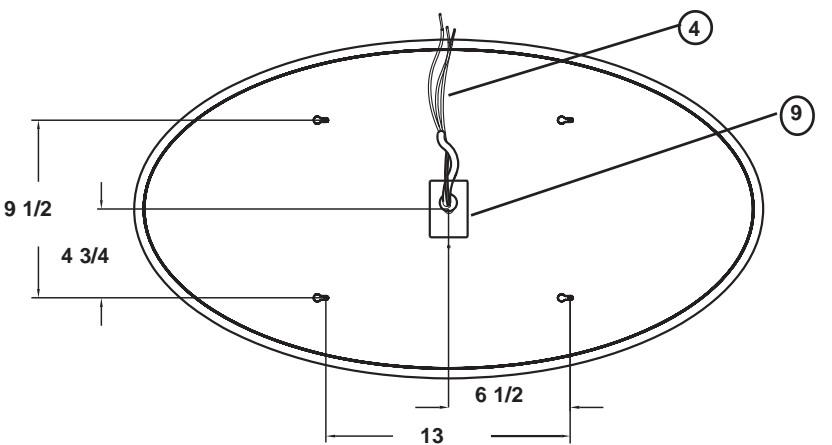
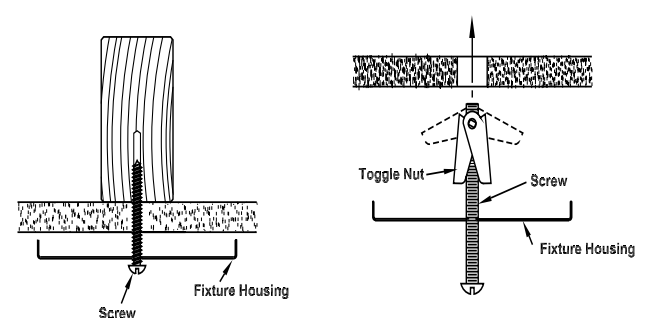

Figure 2
Figure 3
- Determine desired fixture location and mark with (4) mounting hole locations as shown in Fig. 2.
- Loosen screws (8) and slide Access Plate (9) to disengage from Fixture Assembly (1).
- Hold fixture up to outlet box and connect the green or bare copper ground wire from the outlet box to fixture Ground Wire (4) using Wirenuts (7).
- If drill does not encounter ceiling joist enlarge hole in ceiling to accommodate toggle bolt (Not supplied). Pre-install toggle bolt and toggle nut to channel and secure. See Fig. 3.
- Determine la ubicación del luminario deseada y marque la ubicación de los (4) agujeros de montaje como mostrado en la Fig. 2.
- Afloje los tornillos (8) y deslice la Placa de Acceso (9) para desengancharla del Ensamblaje del Luminario (1).
- Si el taladro no se encuentra con una viga de techo amplíe el agujero en el techo para acomodar un perno de expansión (No suplido) y PRE-instale el perno y la tuerca de palanca al canal como mostrado en asegure. Vea Fig. 3.